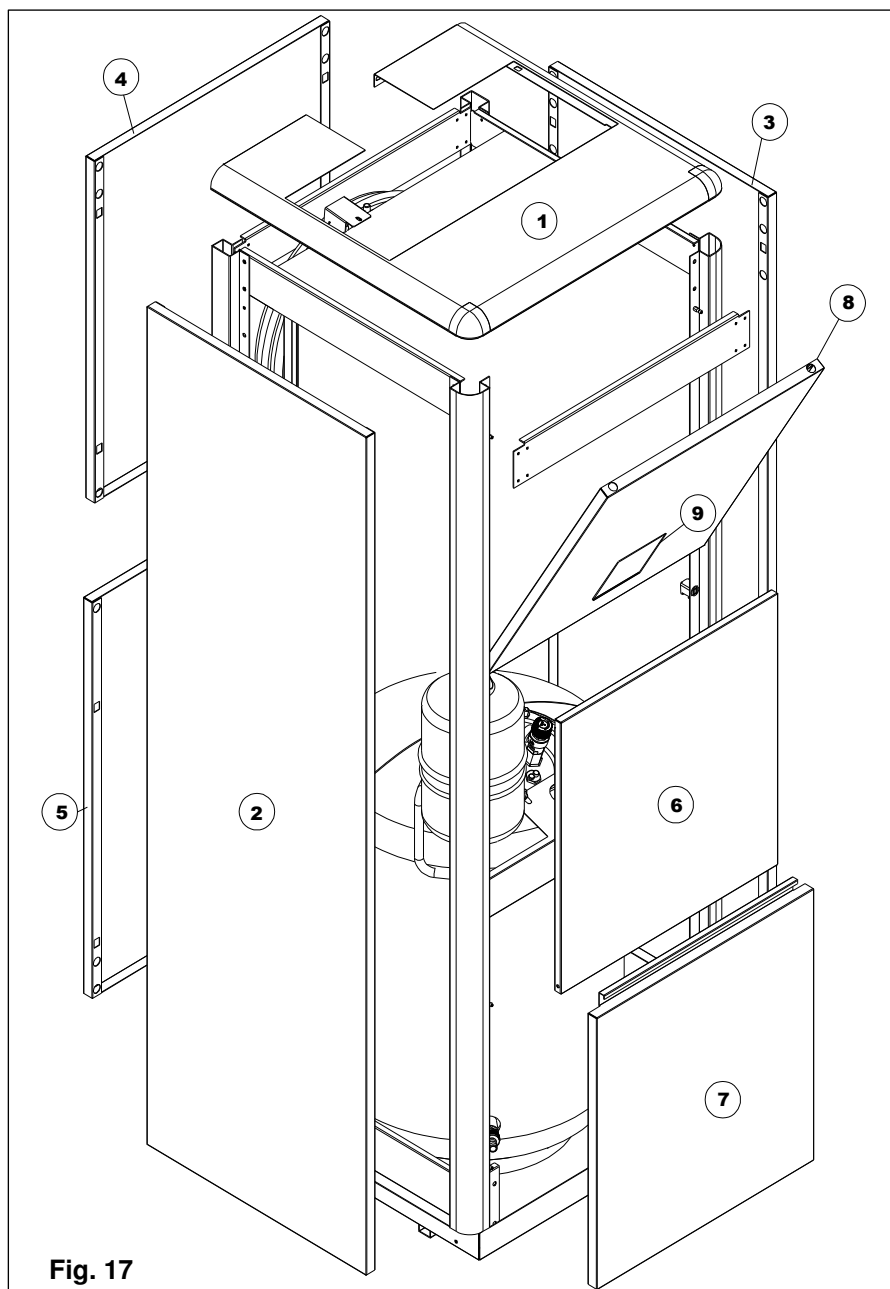

Fig. 17
- Retirer le panneau avant (voir fig. 17 – réf. 8);